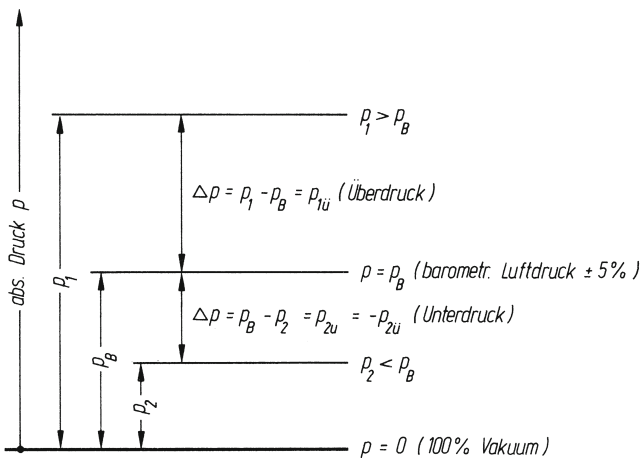

Bild 2.1 Absoluter Druck, Über- und Unterdruck
- Unterdruck $p_{\text{u}} = p_{\text{B}} - p = -p_{\text{ü}}$ (Bild 2.1).